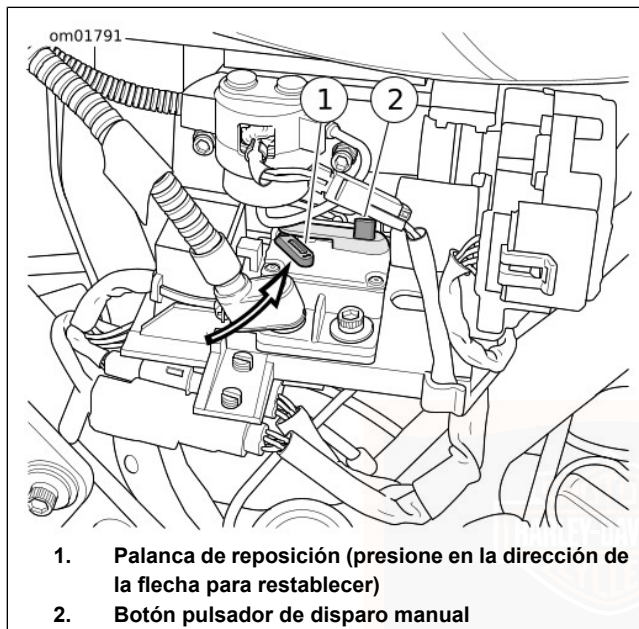

Figura 98. Disyuntor del circuito del motor de la marcha
Vea Figura 98. El disyuntor está situado en la caja de fusibles y relés. Este disyuntor de reposición manual tiene un botón pulsador rojo de disparo (2) y un interruptor de reposición (1). Para disparar el disyuntor manualmente, presione el botón pulsador de disparo (lo cual causa que el interruptor de reposición se extienda hacia afuera).